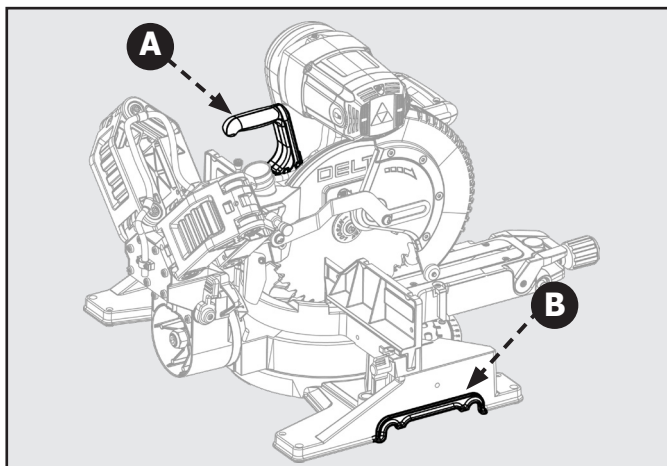

Figure 5
Utilisez la poignée (A) intégrée pour le transport comme illustré dans la figure 5. Vous pouvez également soulever la scie à partir des échancrures (B) de chaque côté de la base de la scie comme illustré dans la figure 5.
1. Insérez l'une des rallonges de support (F) sur la face inférieure de la base au niveau des découpes de la poignée insérée (B) comme illustré sur la Figure 5.
2. Assurez-vous que la rallonge de support (F) affleure la base et qu'elle est insérée dans les fentes arrondies des découpes (B). Les rivets (G) sont utilisés pour empêcher la rallonge de support de glisser hors de la base pendant son utilisation. Ces rivets doivent être positionnés à l'intérieur de la base.
3. Placez l'étau de rallonge (E) sur la rallonge de support et la vis qui est pré-attachée à la base.
4. Une fois l'étau de rallonge (E) en place, vissez l'écrou hexagonal M8 fourni (D) sur la vis.
5. Serrez l'écrou (D) avec une clé hexagonale M8 pour fixer complètement la rallonge de support.